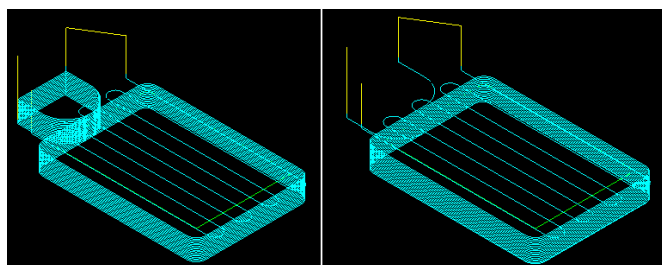

图 1-20 2D 与螺旋式渐降斜插刀具路径的对比
- 4) 在“操作管理员”对话框中选择“刀具路径模拟”，单击主菜单区“自动执行”，刀具路径如图 1-20 右图所示。将本例保存为“外形 2.mc9”文件。
通过 2D 和螺旋式渐降斜插刀具路径的对比（图 1-20）可以发现，螺旋式渐降斜插进给路径较短，因而加工效率要高一些。实际加工时，应根据具体情况灵活选用。